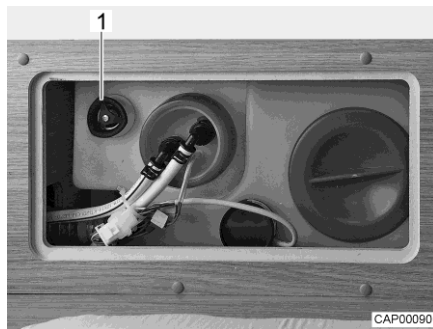

Bild 64 Vattentank med ratt
- Vrid ratten (Bild 64,1) på vattentanken moturs mot motståndet till stoppläget för att öppna utloppsöppningen helt.